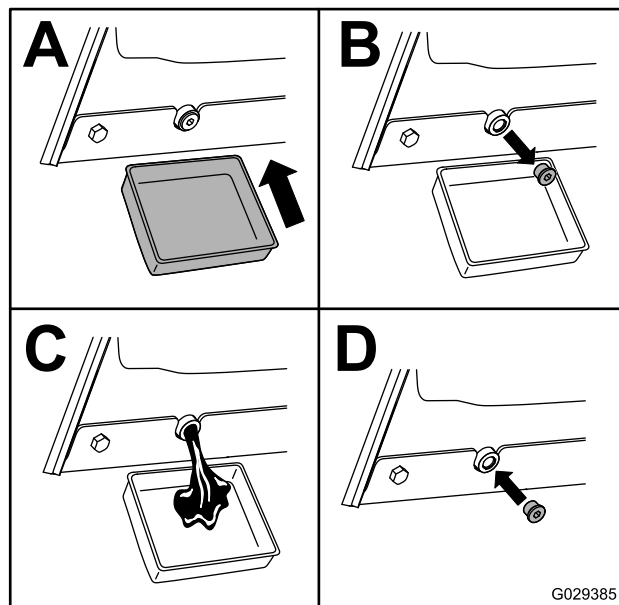

Figura 46
4. Spurgate l'olio sotto la piattaforma (Figura 46).